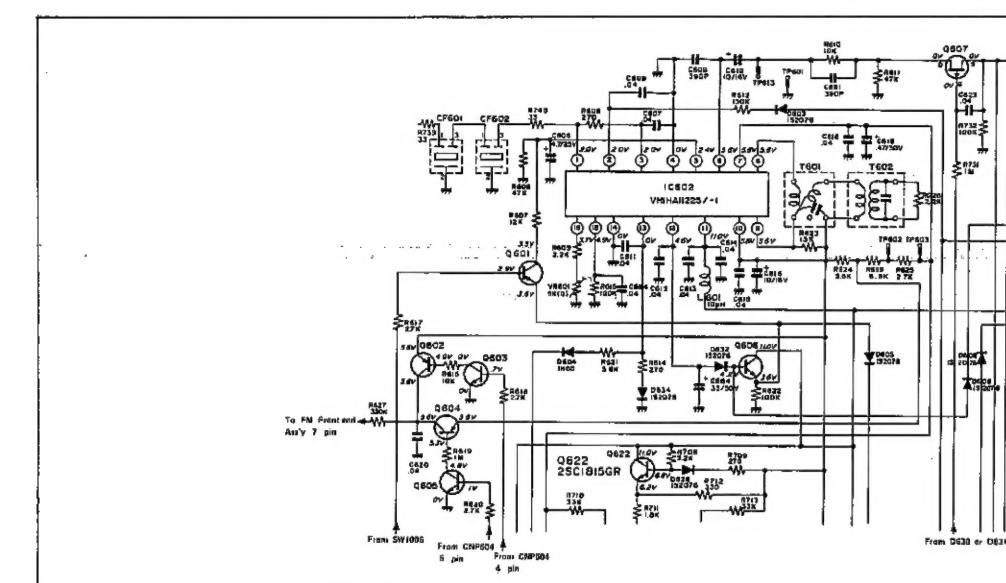

Abbildung 8-2
• Transistor Q601 (Siehe Abbildung 8-2.)
• Transistoren Q602 bis Q605 (Siehe Abbildung 8-2.)